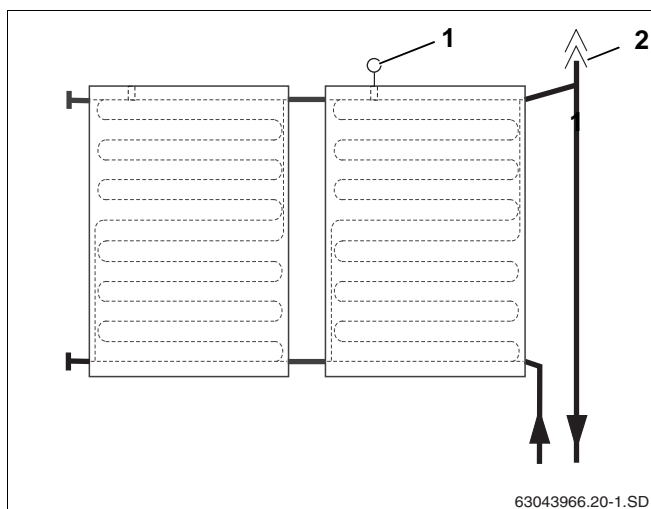

Fig. 58 Luftpotte med udlufter til fremløbstilslutning
Hvis solvarmeanlægget skal udluftes med en automatisk udlufter (tilbehør) på anlæggets højeste punkt, skal fremløbsledningen lægges med stigning til udlufteren (fig. 58, **pos. 2**) og returledningen med stigning til solfangerne (fig. 58).